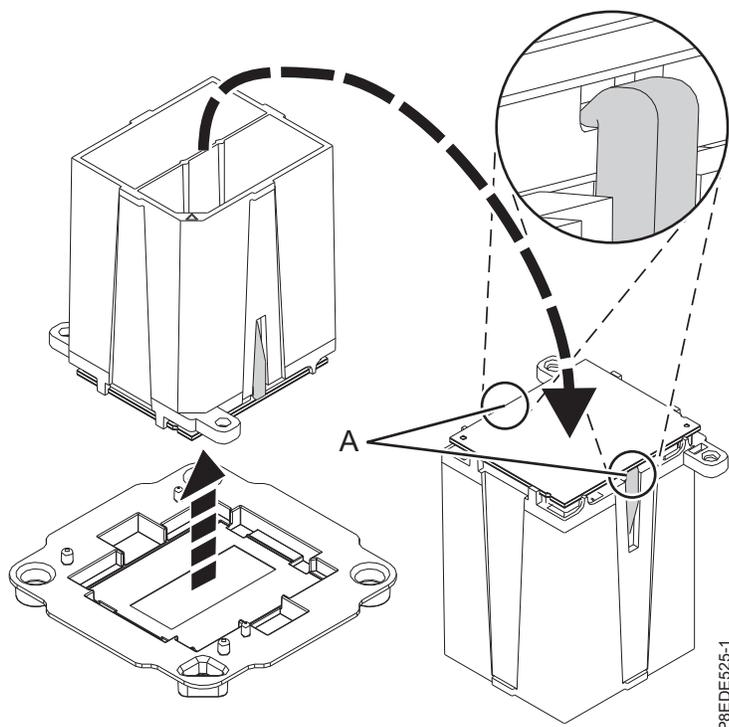

図 189. システム・プロセッサ・モジュールの取り付けの準備
- b. 両方のおご部 (A) がしっかりとシステム・プロセッサ・モジュールをつかんでいることを確認します (図 189 を参照)。